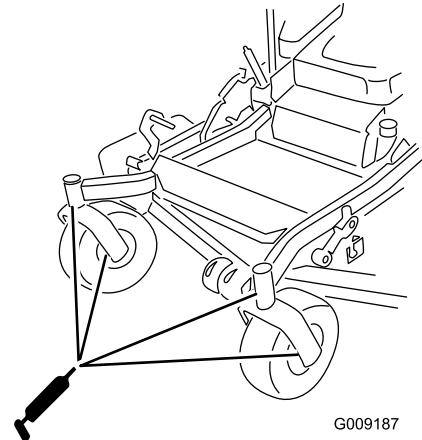

Figura 48
10. Instale el tapón hexagonal y la tapa (Figura 48).